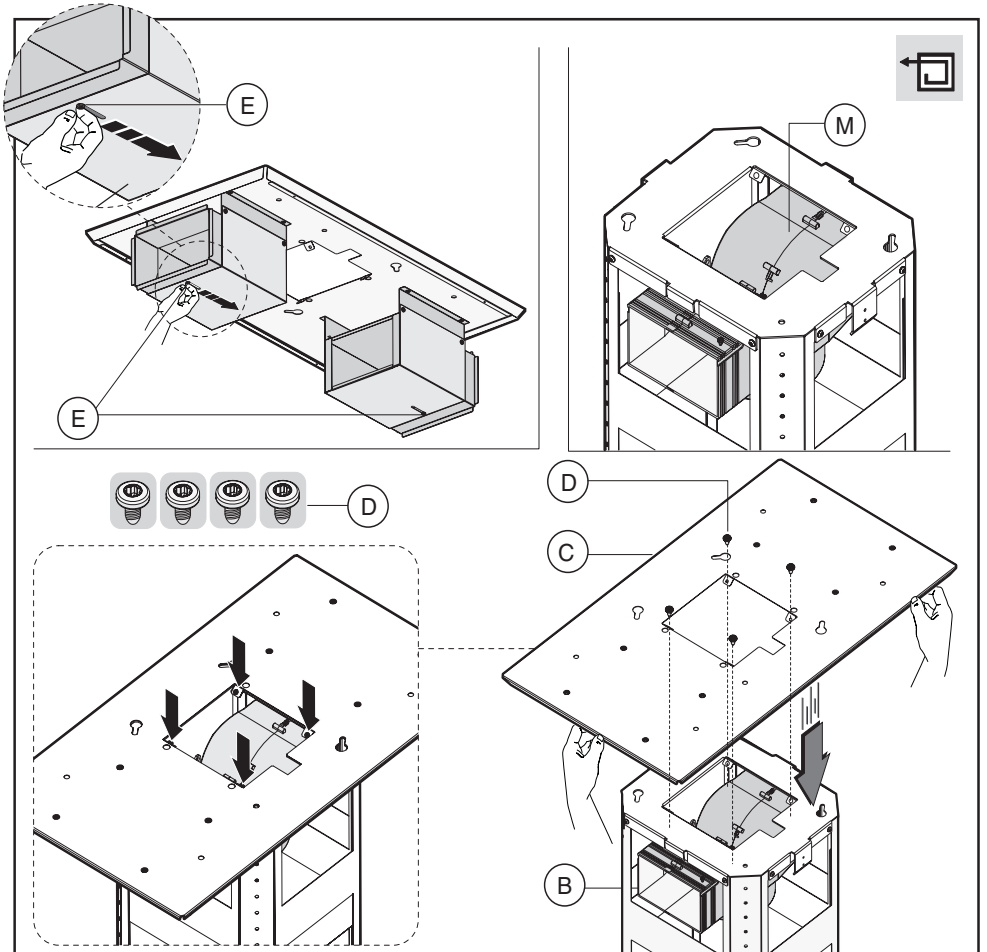

Fig.5
- Prima di accoppiare la staffa fissaggio **C** alla struttura superiore **B** spostare verso l'interno il deflettore **E** agendo sull'apposite asole (Fig.5).
- Accoppiare la staffa fissaggio camino **C** con la struttura superiore **B** tramite le quattro viti **D** (Fig.5).